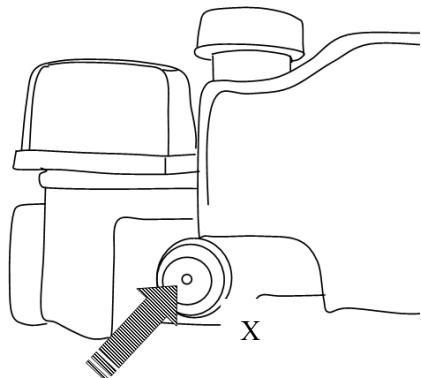

Fig.10
- Presser l'amorceur (primer X) fortement 3 fois (si disponibles)(Fig. 10).